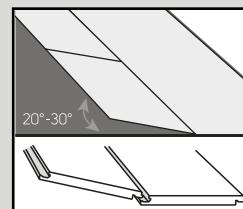
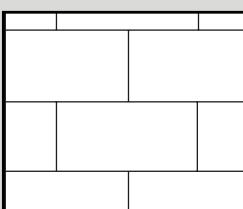

Fig. 3
Fig. 3a
4. Comience la segunda fila de manera que la lengüeta encaje en la hendidura, sujetando el tablón en ángulo (aproximadamente a 30°) y, a continuación, empuje con firmeza el tablón/baldosa hasta que encaje en la hendidura de la primera fila. Instale el siguiente tablón/baldosa de manera que la lengüeta y la hendidura hagan clic por el extremo corto. Acople la lengüeta y la hendidura del lateral largo introduciendo en ángulo los tablones/baldosas (fig. 3). Las baldosas y los tablones deben instalarse escalonados de manera que nunca coincidan cuatro esquinas (fig. 3a y 3b).